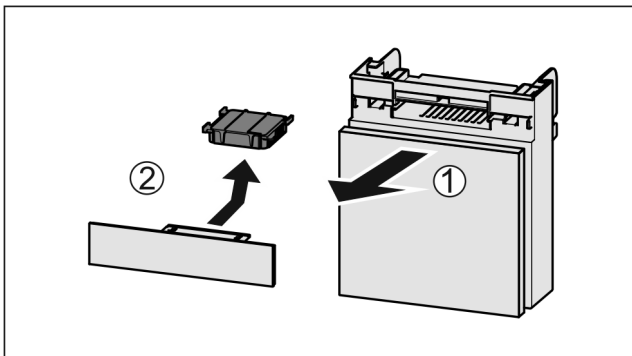

Fig. 147
- ▶ Lade vanaf de voorkant eruit trekken Fig. 147 (1).
- ▶ Actiefkoolfilter verwijderen Fig. 147 (2).